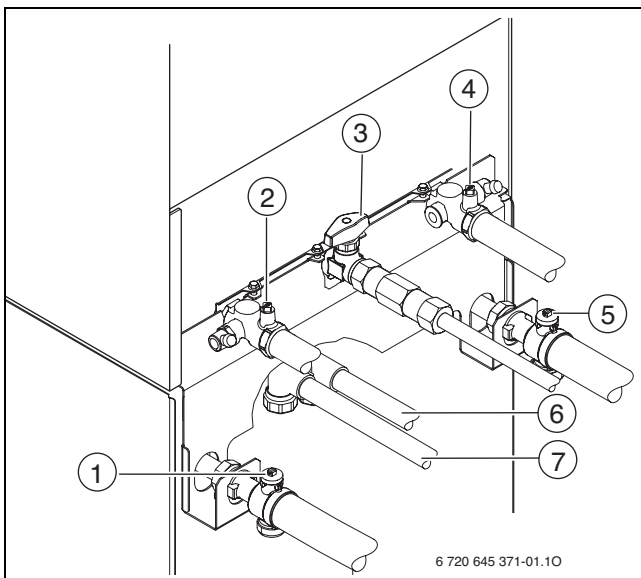

Bild 41
- Pufferspeicher-Vorlaufhahn [1] und Pufferspeicher-Rücklaufhahn [5] öffnen (→ Bild 41).